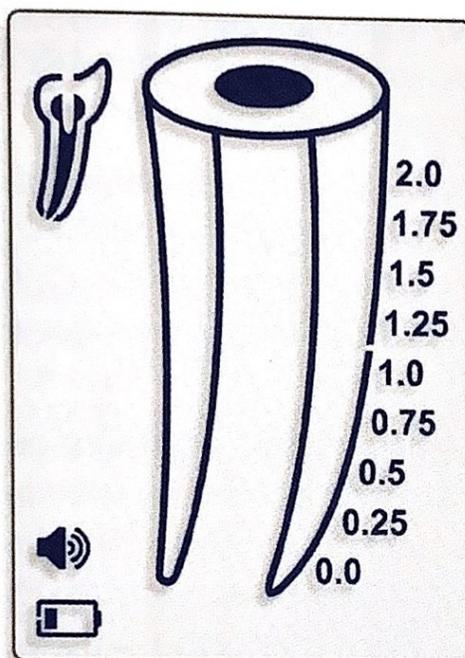

Рис. 14
- 7.2 Когда батарея разрядится, в левом нижнем углу экрана появится мигающий индикатор «Слабая батарея» (Рис. 14). NovApeh будет продолжать нормально работать даже со слабыми батарейками, однако необходимо заменить батарейки до того как они полностью разрядятся.